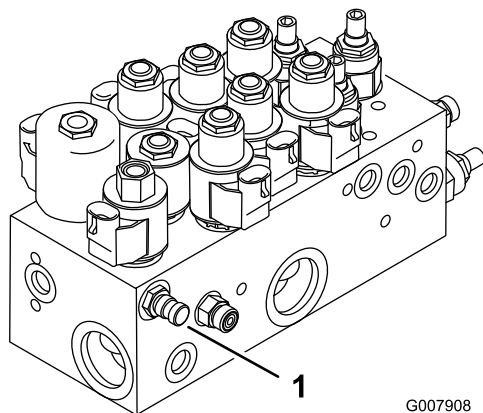
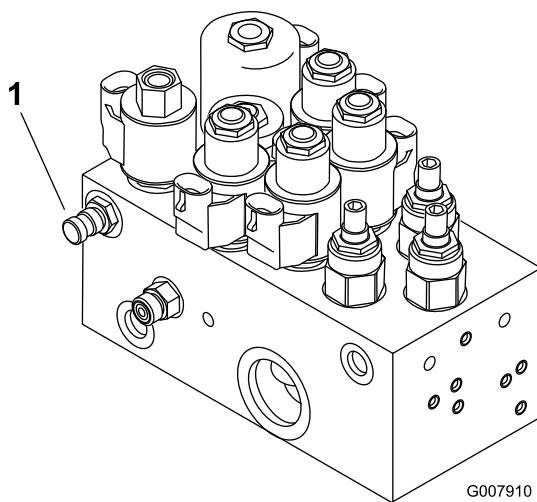

Figure 76
Figure 77
1. La prise d'essai A (Figure 76 et Figure 77) est utilisée dans les contrôles de dépannage du circuit hydraulique des vérins de levage.